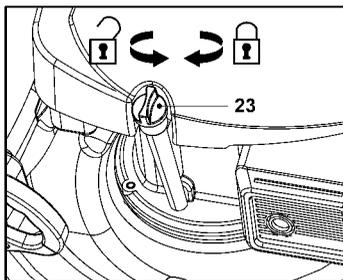

Рис. 8
1. Отвинтите и снимите крышку масляного бачка (23) (рис. 8).